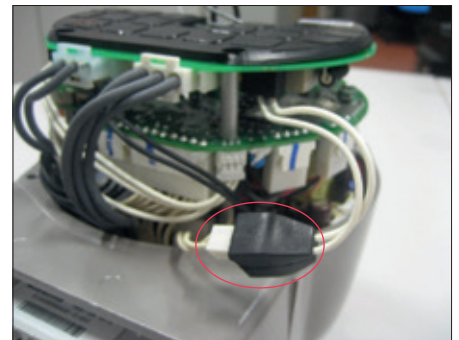

Abb. 38
- Verbinden Sie den 2-poligen, schwarzen Stecker der OM13-Karte mit dem 2-poligen Stecker, der zuvor abgezogen wurde (Abbildung 38).